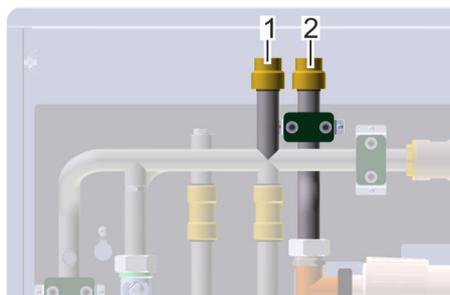

Abb. 48: Radiatoren anschließen
1. ➔ Vorlauf an das Gewinde (Abb. 48/2) anschließen und von Hand festdrehen.
2. ➔ Rücklauf an das Gewinde (Abb. 48/1) anschließen und von Hand festdrehen.